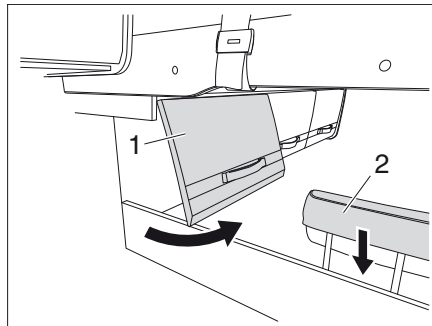

Bild 161 Förvaringslucka och nackstöd
- Öppna förvaringsluckan (Bild 161,1).
- Sänk nackstödet (Bild 161,2).